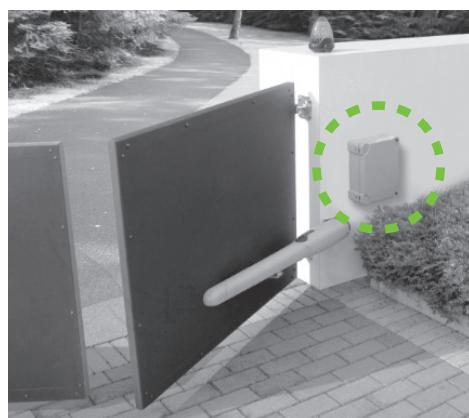

FIG.3
- En el caso de puertas de 2 hojas o basculantes, la centralita se encuentra en el interior del cuadro de mando cerca del automatismo (Fig. 3).